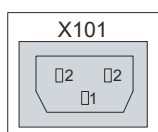

Abb. 4: Spannungsversorgungsbuchse 100-240 V
Der Anschluss der Spannungsversorgung erfolgt über die Kaltgerätebuchse (X101) auf der Rückseite des Industrie-PCs. Die Belegung beinhaltet einen Schutzleiter (1), einen Neutralleiter (2) und einen Außenleiter (2) (siehe Abb. 4).